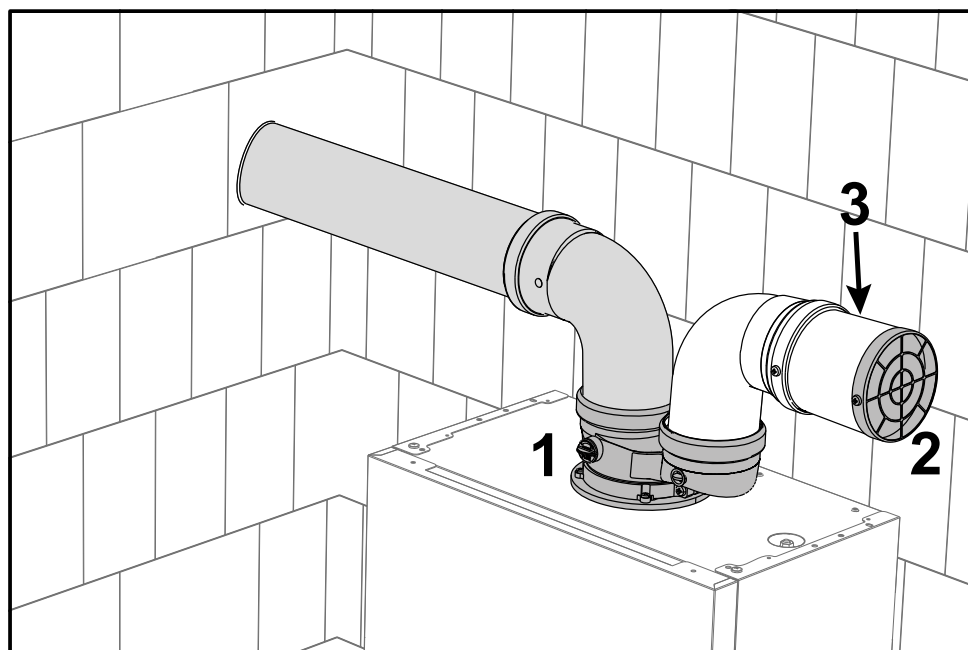

рис. 48- Защитная решетка
Установите соединительный элемент (поз. 1 рис. 48 - арт. COD\_ACC). В воздухозаборную трубу должна быть установлена защитная решетка (поз. 2 - рис. 48 - арт. COD\_GRI). При необходимости разместите патрубок (3) между решеткой и элементом.